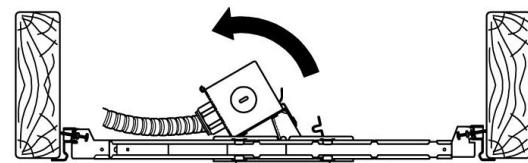

Fig. 10
6. Faites glisser le boîtier dans le orifice, comme indiqué. (Fig. 10 & Fig. 11)